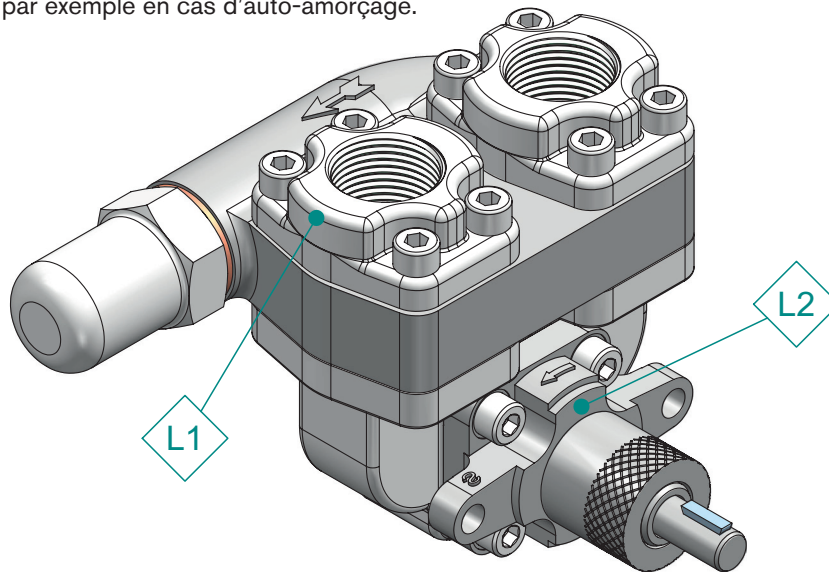

Fig. 1 – Emplacements des capteurs de température (en option)
Des capteurs de température de surface doivent être mis en place dans les zones suivantes (voir figure 1) :
- La surveillance des températures de surface du corps de la pompe aux endroits indiqués (voir figure 1) et le contrôle ou la surveillance du fluide d'absorption en cas de garniture d'arbre d'absorption assurent une protection suffisante contre les situations potentiellement dangereuses.